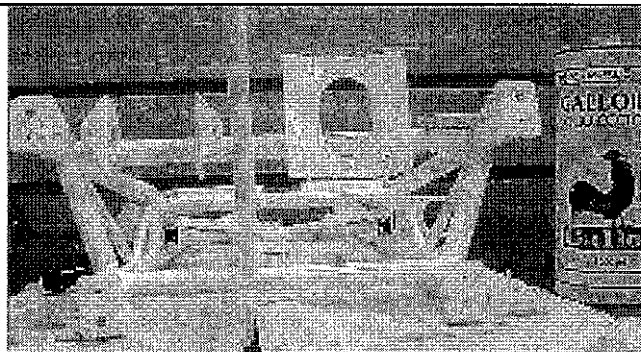

Fig. 17
1. Castello motore: iniettare 5 cc di olio di lino cotto in ognuno dei quattro fori praticati nella parte anteriore (lato fusoliera) del castello motore ed indicati in fig.17.
1. Engine mount: inject 5cc of linen oil (cooked) in each of the four holes on the front (fuselage) side of the engine mount, indicated in fig. 17.